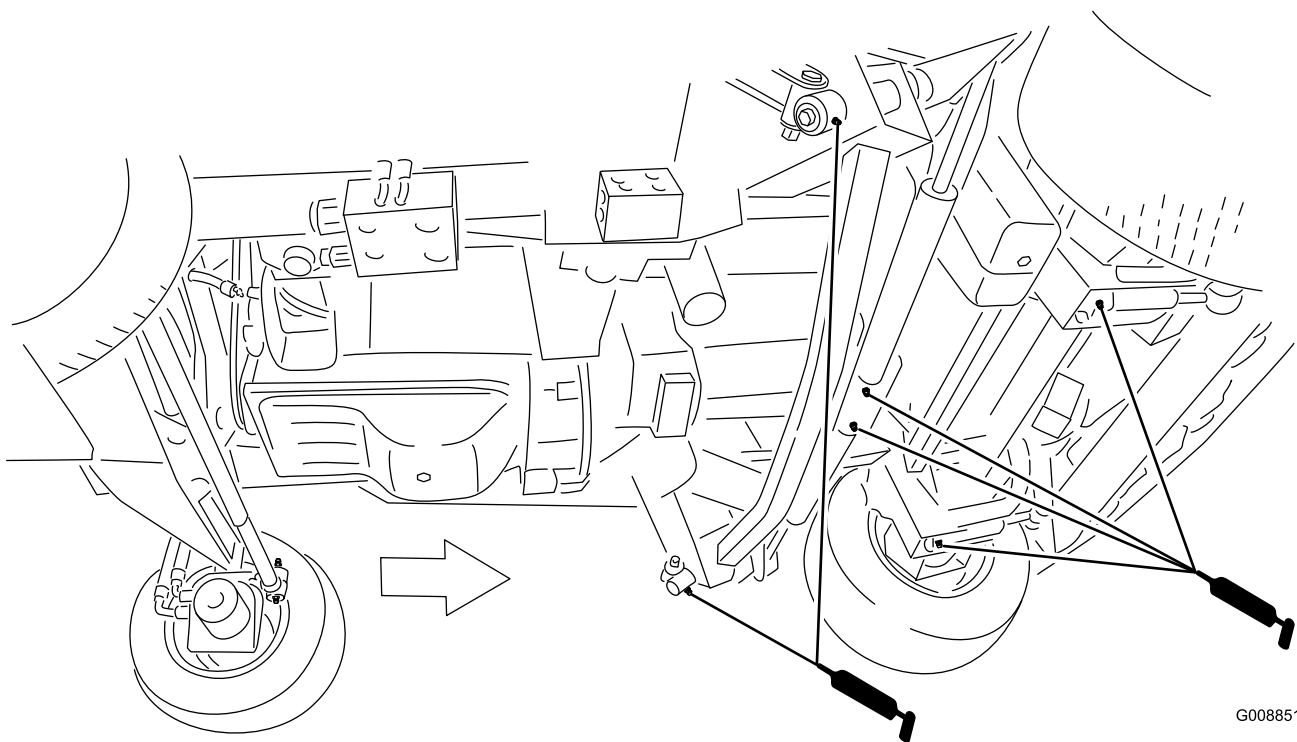

Bild 49
- Stoßarme (2) (Bild 49)
- Frontmähwerk-Zylinderdrehbüchsen (2) (Bild 49)
- Seitmähwerk-Zylinderdrehbüchsen (2) (Bild 49)